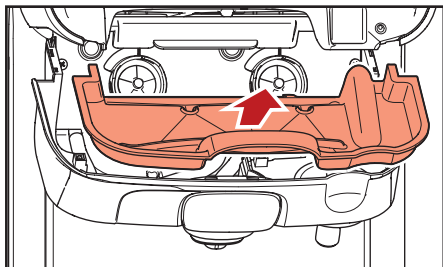

Рис. 5.11 - Убрать внутренний каплесборник
- с. Убрать внутренний каплесборник и произвести его очистку, в случае необходимости (рис. 5.11).